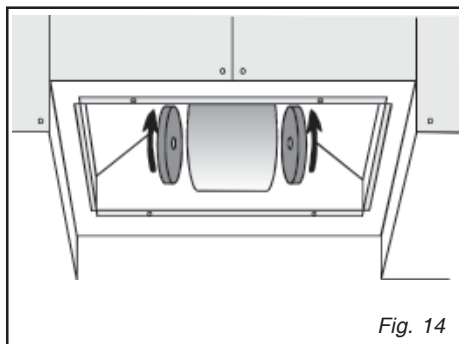

Fig. 14
• Démontage du filtre à charbon (fig.14)
Démonter ensuite le filtre à charbon (fig. 14) : retirer le filtre à charbon par un mouvement de rotation dans le sens des aiguilles d'une montre.